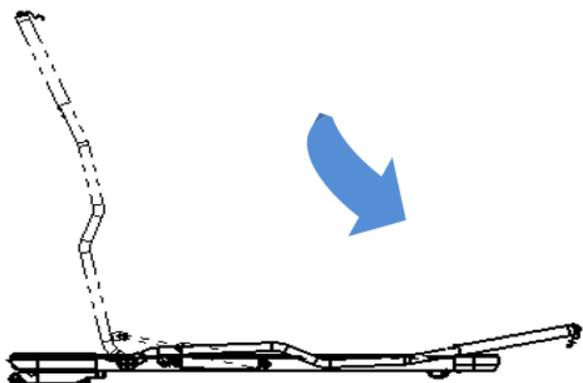

Figure 3
7. Vous pouvez ensuite abaisser les manches si besoin (figure 3)